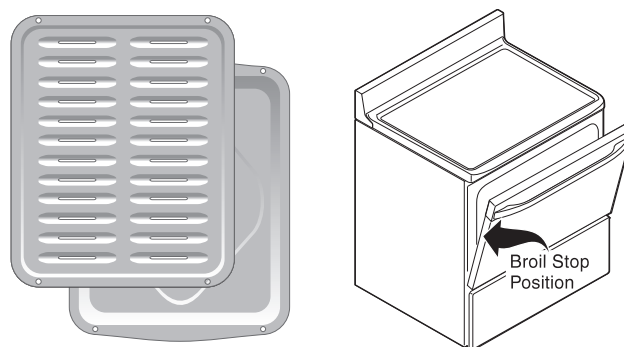

Figure 16 : Lèchefrite et grille de lèchefrite (G) porte ouverte à la position d'arrêt (D).
3. Appuyer sur  pour griller à **haute intensité (HI)** ou sur  pour **faible intensité (LO)**. La majorité des aliments peuvent être grillés avec la fonction < Broil > (griller) réglée sur < HI > (haute intensité). Sélectionner le paramètre < LO > (faible intensité) pour éviter un excès de brunissement ou le séchage des aliments qui doivent être bien cuits.
6. Déposer la lèchefrite avec grille sur la grille du four. Laisser la porte du four ouverte à la position d'arrêt durant la cuisson au grilloir (Figure 16).